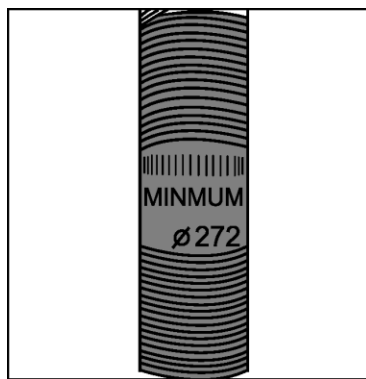

Abbildung 1: Lenker oder Sattelstütze
- **Lenker und Sattelstütze:** siehe **Abbildung 1**. In Sattelstütze und Vorbau ist eine gerippte Linie eingraviert. Dies ist die Mindestlänge, die die Sattelstütze im Rahmen bzw. der Vorbau in der Lenksäule verbleiben muss.